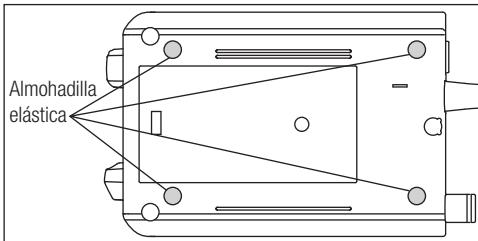

Fig.5
- 2) Coloque las almohadillas elásticas en el lugar que se muestra en la Fig.5.